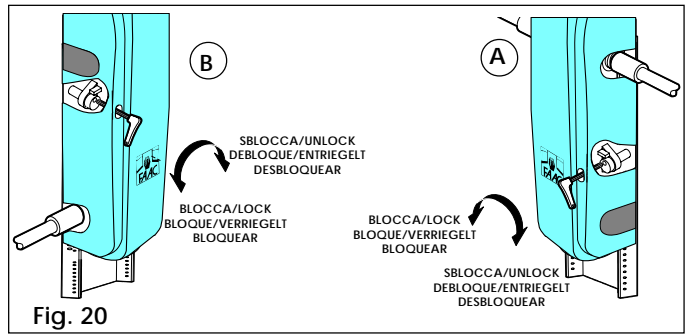

Fig. 20
- **From inside (Fig. 20)**
- **From inside (Fig.20)**